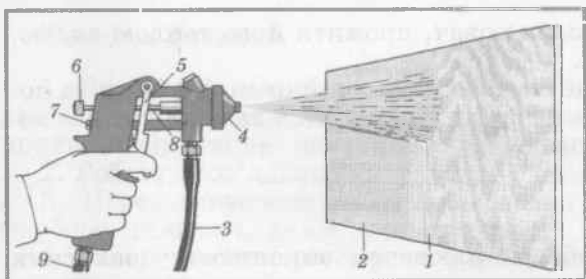

Рис. 5. Пробне фарбування на листі фанери:
- зробити пробне фарбування на листі фанери; у разі необхідності потрібно відрегулювати ширину факела; за легкого натискування на курок з розпилювача виходить повітря, під час подальшого натискування – фарбова суміш, що свідчить про справність голчастого клапана (рис. 5).